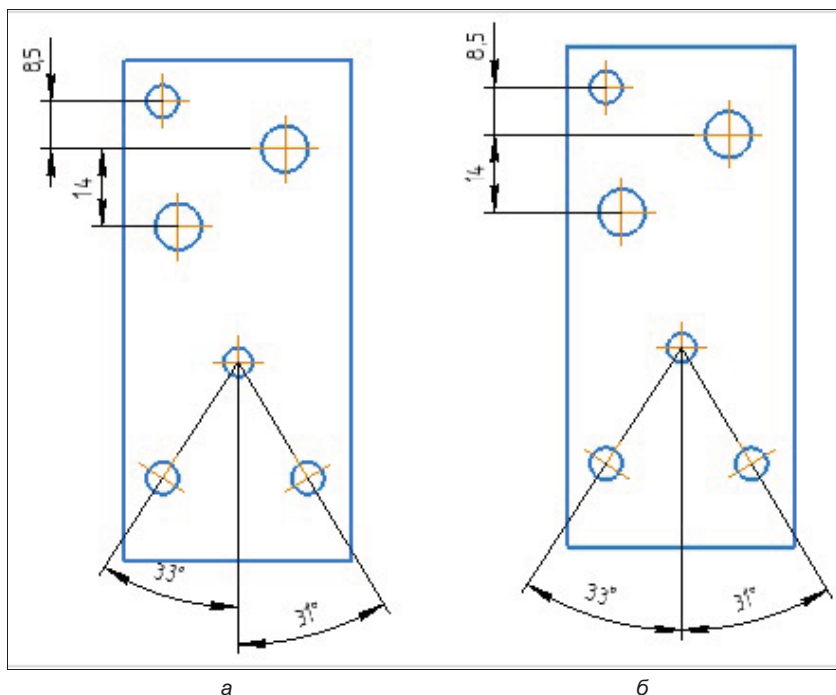

Рис. 12.34. Примеры выравнивания линейных и угловых размеров
Команда вызывается из панели **Геометрия** или из **Строки меню** в меню **Оформление**. Команда **Выровнять размерные линии** становится доступной, если на чертеже есть хотя бы один размер. Выравниваемые размеры можно указывать как после, так и до вызова команды. Для выравнивания размерных линий начертите эскиз 10 планки с размерами, как на рис. 12.34, а и далее выполните следующие действия:
- ◆ для выхода из команды нажмите кнопку **Завершить**. У вас должно получиться как на рис. 12.34, б.